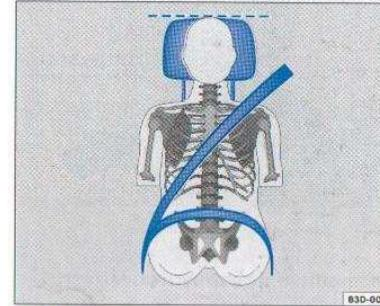

Fig. 32 Vista de frente: apoyacabezas y cinturón ajustados correctamente
- Ajuste el apoyacabezas de modo que el borde superior del mismo quede a la misma altura que la parte superior de la cabeza ⇒ fig. 32 y ⇒ fig. 33.